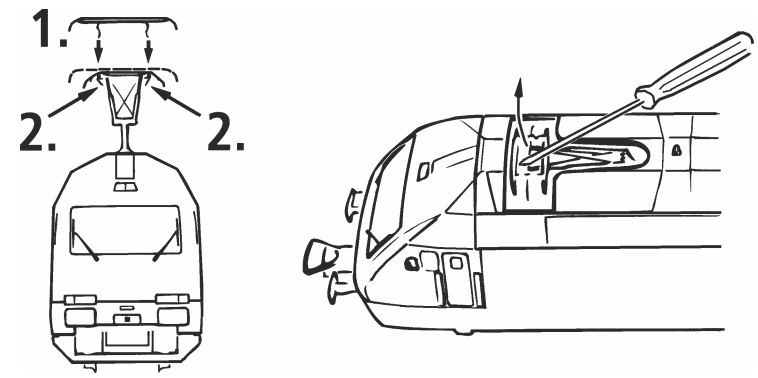

Fig. 3
1. Reinigung der Radstromkontakte: Radstromkontakte können auf unsauberen Schienen leicht verschmutzen. Bitte **entfernen Sie vorsichtig** mit einem kleinen Pinsel **den Schmutz** an den in Fig. 9 gekennzeichneten Stellen. Dazu zuerst das Lokgehäuse abnehmen (Fig. 3).
2. Schmierung: Versehen Sie die im Schmierplan in Fig. 8 gekennzeichneten Stellen mit nur **kleinen Öltropfen**. Dazu zuerst das Lokgehäuse abnehmen (Fig. 3). Für die regelmäßige Schmierung der Radachsen empfiehlt es sich, zuerst mit größter Sorgfalt den Getriebedeckel abzunehmen. Die dafür notwendige Vorgehensweise wird in Fig. 6 grafisch dargestellt. Zur Schmierung der Getriebe-**teile** (Zahnräder, Schnecke) empfehlen wir das **ROCO-Spezialfett 10905**. Im Falle der Schmierung diese Teile bitte nicht ölen.
4. Kohlebürstenwechsel: Lokgehäuse abnehmen (Fig. 3). Danach wird der **Motor ausgebaut** und die **Kohlebürsten ausgewechselt** (Fig. 7).
2. Smøring: Tilsett kun små oljedråper til punktene som er avmerket i fig. 8. Fjern først lokomotivhuset for å gjøre dette (fig. 3). Vi anbefaler Roco olje art.nr. 10906. For å smøre gridelene (tannhjul, skruedrev) anbefaler vi Roco spesialfett art.nr. 10905. Ikke smør disse delene med olje.
4. Bytte kullbørste: Ta av lokomotivhuset (fig. 3). Deretter tas motoren ut og kullbørsten skiftes ut (fig. 7).
1. Cleaning of wheel contacts: Wheel contacts easily get dirty on tracks which are not entirely clean. Use a small brush to **remove dirt** from spots marked in fig. 9. Prior to this remove loco body (fig. 3).
2. Lubrication: Apply **tiny oil drops** to spots marked in fig. 8. Prior to lubrication dismantle locomotive (fig. 3). We recommend using item no. 10906, **Roco oiler**. For lubrication the gear-parts (e.g. cog-wheels, worm) we would recommend our Roco **special grease** (item No. 10905).
4. Carbon Brush Changing: First **remove** loco body (fig. 3), and then the **motor** (fig. 7).
1. siehe } Fig.3
2. siehe se see } Fig. 3 !